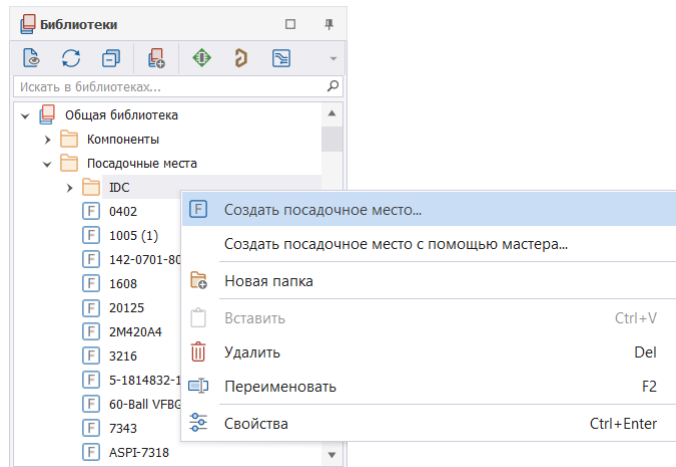

Рис. 75 Вызов контекстного меню для выбранной библиотеки
- 2.1. Выделить в иерархии библиотеки папку, в которой надо создать посадочное место, и из контекстного меню выбрать «Создать посадочное место», см. Рис. 75.